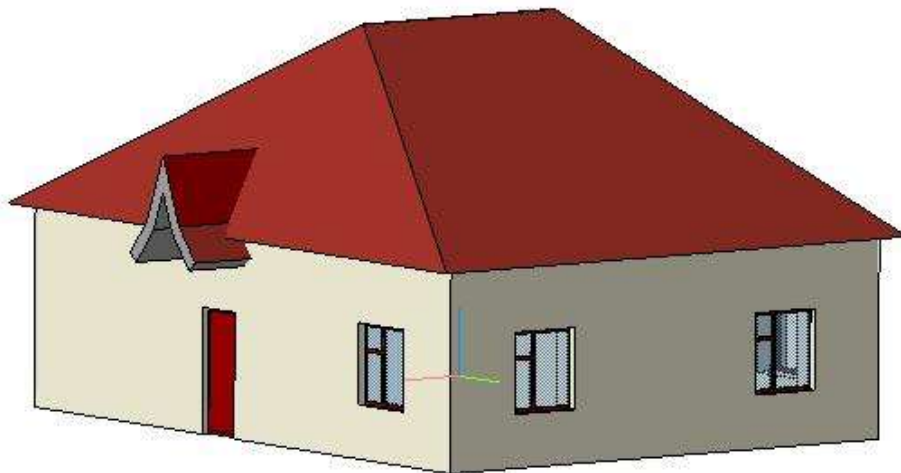

Рисунок 2.1.8. Образец построения 3D модели Учебного проекта.
2. Постройте 3D модель дома спроектированного в **Учебном проекте** (Рис. 2.1.8).